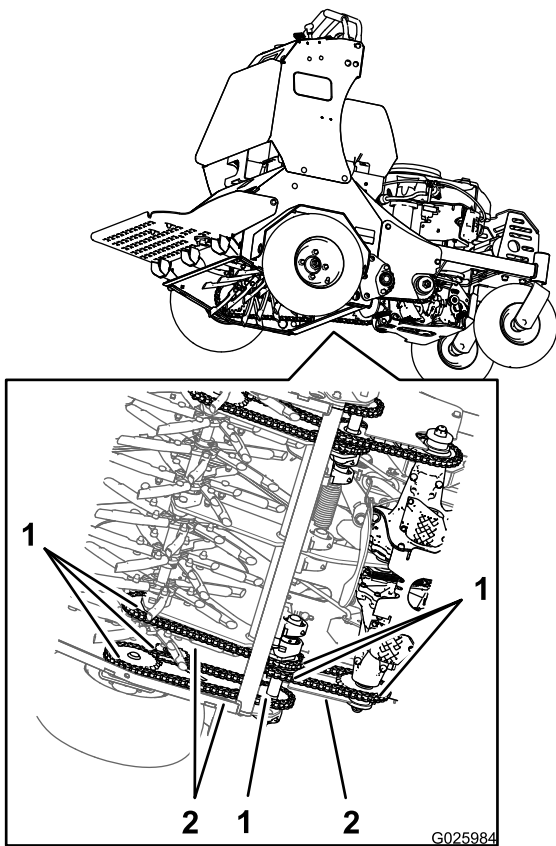

Figura 14
2. Inspeccione los piñones en busca de desgaste y cámbielos si es necesario (Figura 14).
2. Compruebe la tensión de las cadenas (Figura 14) en los dos lados de la máquina.
5. Con el motor en marcha, mueva lentamente las palancas de control de tracción hacia adelante y lubrique las seis cadenas (Figura 14).